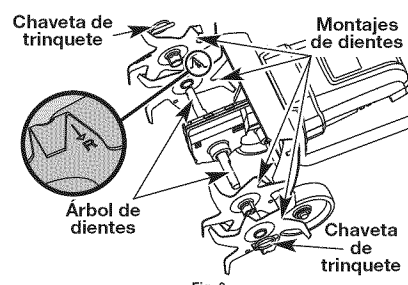

Fig. 9
2. Retire la chaveta de trinquete de cada extremo del árbol de dientes (Fig. 9).